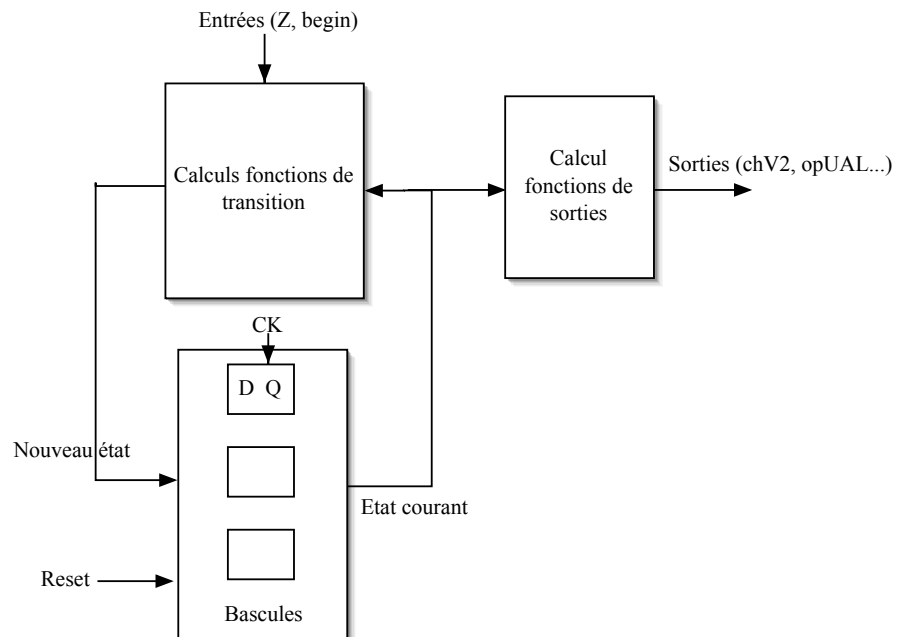

FIG. 6 – Architecture de la partie contrôle
La réalisation de la partie contrôle doit faire apparaître 3 parties : les bascules de mémorisation de l'état, le circuit combinatoire de calcul de l'état suivant, le circuit combinatoire de calcul des sorties. La figure 6 donne une telle organisation.
1. Donner dans un tableau la valeur des sorties de l'automate (commandes de la partie opérative) déduite des actions apparaissant sur le graphe de l'automate de la figure 6.
La figure 6 donne l'architecture générale partie contrôle/partie opérative du circuit.